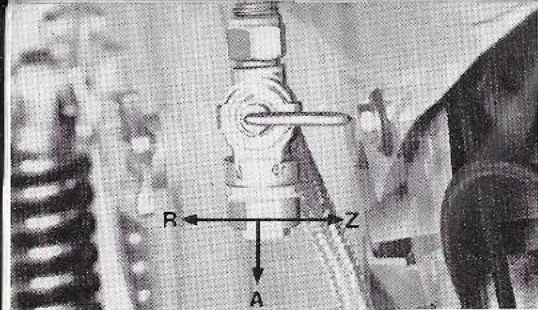

Bild 9
- 15 = Kraftstoffhahn (verdeckt, s. Bild 9)
- 16 = Kraftstoffhahn (verdeckt, s. Bild 9)
#### Kraftstoffhahn (Bild 9)
Kraftstoffhahn (Bild 9) schließen (Stellung Z). Zündung durch Zünd-/Lichtschalter (5/3 bzw. 5a/3) unterbrechen.